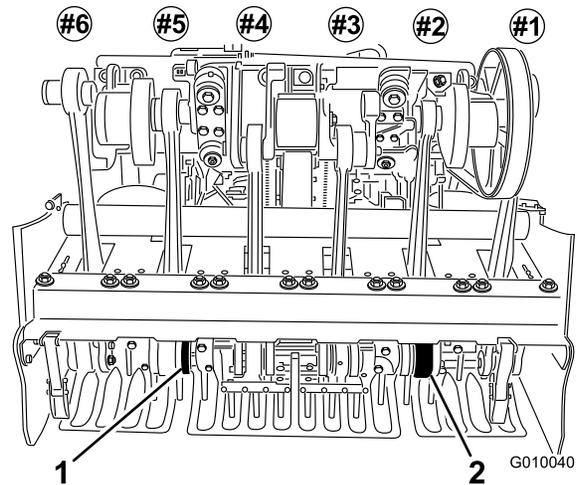

図 25
6. タインホルダー #2 と #5 【図 25】にタインを取り付け、キャップスクリュで固定する。